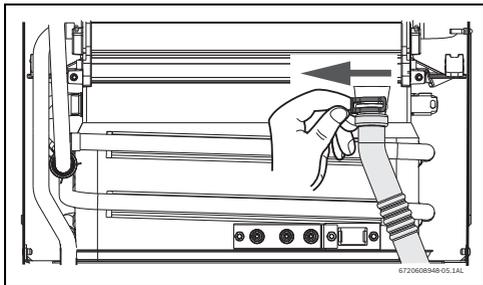

Fig. 27
- ▶ Enlever le clip et soulever l'extrémité du tuyau de liquides condensés (Fig. 27).